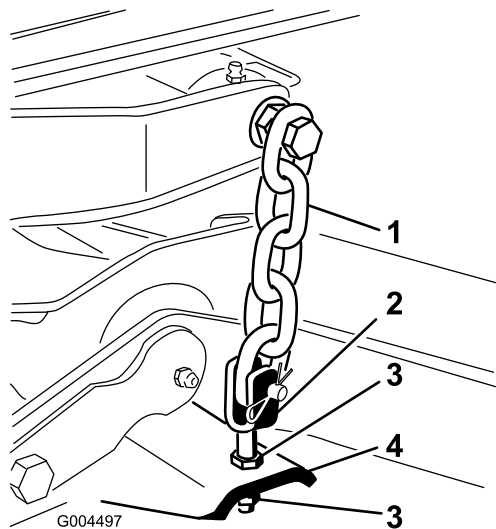

图5
8. 调节将剪草机头/链条固定到剪草机的锁紧螺母直至剪草机达到水平 图5。
7. 调节固定后剪草机头/链条 图5的锁紧螺母以升高剪草机的后部使刀片间距设定到 811mm。